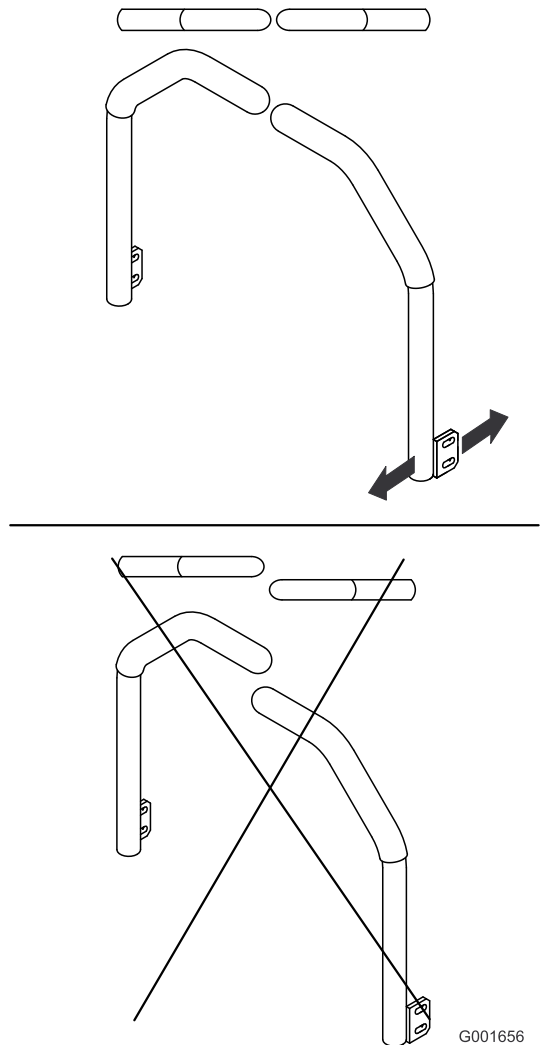

Bild 62
5. Stellen Sie die Fahrtriebshebel so ein, dass sie ausgefluchtet sind und ziehen Sie die Schrauben an, um die Hebel an den Streben zu befestigen (Bild 62).